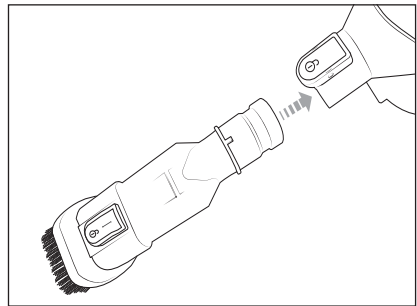

Abb. 8
- ◆ Schieben Sie die 2-in-1 Kombibürste **8** auf die Saugöffnung des Gerätes, bis sie hörbar einrastet (siehe Abb. 8).